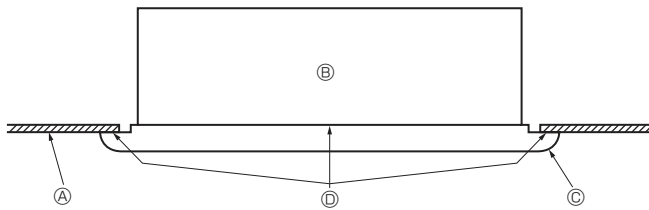

Fig. 5-6
- Serrer ensuite les boulons de fixation ② et les vis de fixation ③ aux trois emplacements centraux.
- Serrer finalement les boulons de fixation ② aux quatre emplacements à gauche et à droite.
- A ce stade, vérifier qu'il n'y a pas de vide entre l'appareil intérieur et la face avant ainsi qu'entre la face avant et la surface du plafond. Si des vides subsistent, l'air risque de s'infiltrer par ceux-ci et de provoquer la chute de gouttes d'eau (Fig. 5-6). * Serrer complètement les boulons ② et les vis de fixation ③.
5.4. Vérifications après l'installation (Fig. 5-6)